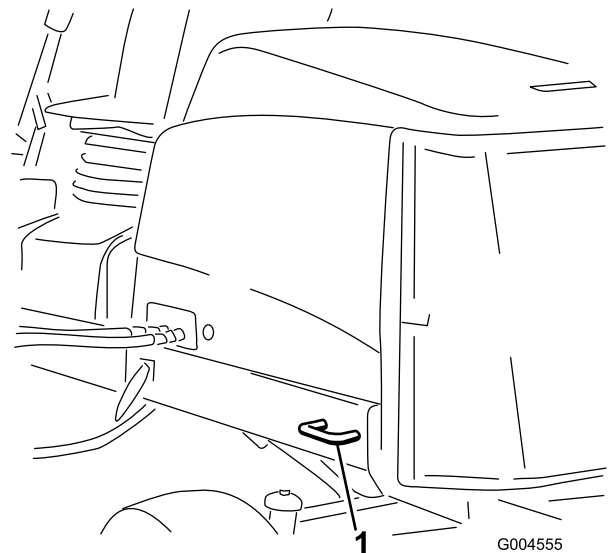

Figura 61
- **Parte trasera de la máquina** – en cada lado de la máquina, en el bastidor trasero (Figura 61).